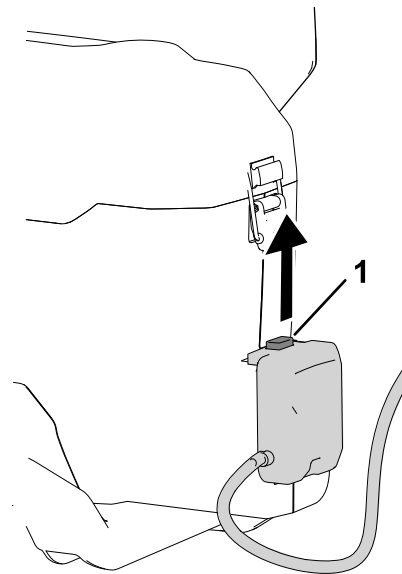

Figure 7
- Appuyez sur le bouton de verrouillage sur le connecteur du bloc dorsal et tirez-le vers le haut pour séparer l'attache du bloc dorsal (Figure 7).